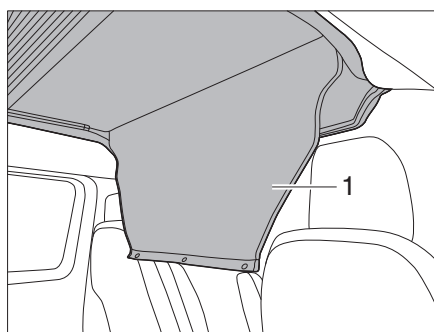

Figure 50 Dérouler le recouvrement d'accès
- Dérouler le recouvrement d'accès (Figure 50,1).
- Fermer le recouvrement d'accès (Figure 50,1) avec les boutons-pressions.